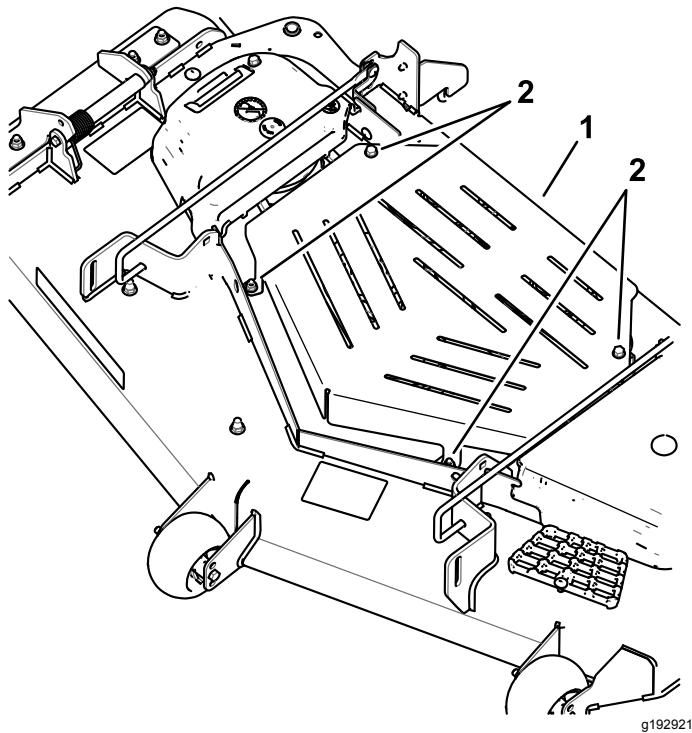

図 40
- 刈り込みベルトとスピンドルにアクセスするには、シートメタルガードの前面にあるボルト2本を外してガードを取り除きます 図40。作業終了後は、シートメタルガードを取り付けてください。